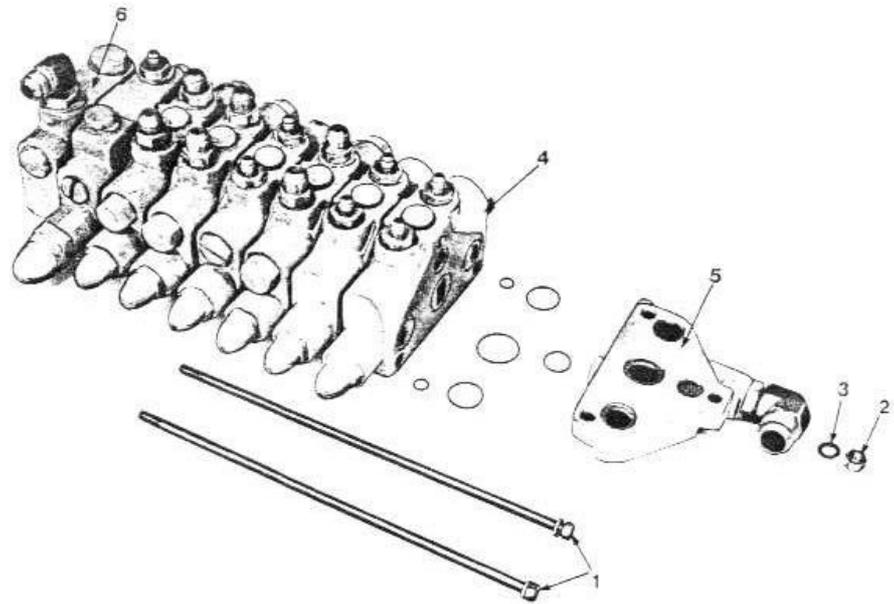

FIG. 12
- 4 - (figure 12) - Dévisser et retirer les deux tirants (1).
- 5 - Retirer l'écrou (2) et la rondelle (3).